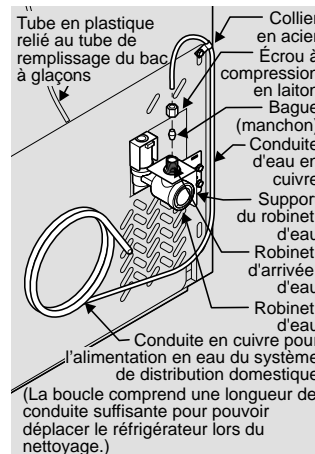

Figure 1
4. Si vous utilisez un tuyau en cuivre - Faites glisser l'écrou à compression en laiton, puis installez la bague (le raccord) sur la conduite d'alimentation en eau. Poussez la conduite en cuivre dans le robinet d'arrivée d'eau, aussi loin que possible (6,4 mm ou ¼ po). Faites glisser la bague (le raccord) dans le robinet et serrez à la main l'écrou à compression sur le robinet. Serrez d'un autre demi-tour à l'aide d'une clé; NE SERREZ PAS trop. Reportez-vous à la figure 1.